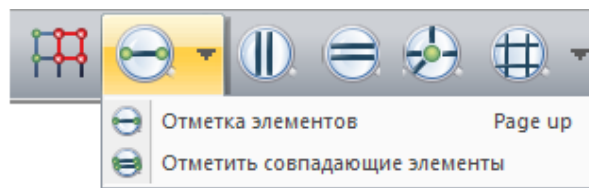

Рис. 164. Раскрывающийся список **Отметка элементов**
**Отметка элементов** (рис.164) – раскрывающийся список с заменой, который содержит операции по отметке элементов расчетной схемы одним из способов: